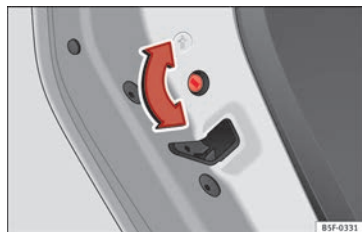

Abb. 135 Kindersicherung in der linken Tür
- Drehen Sie bei geöffneter Tür den Schlitz mit dem Fahrzeugschlüssel an den linken Türen im Uhrzeigersinn » **Abb. 135** und bei
- Drehen Sie bei geöffneter Tür den Schlitz mit dem Fahrzeugschlüssel bei den linken Türen gegen den Uhrzeigersinn » Abb. 135 und bei den rechten Türen im Uhrzeigersinn.